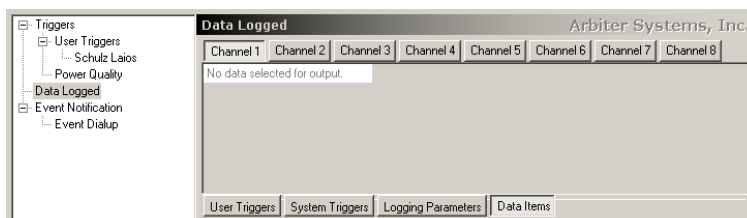

Рисунок 51
8.9.4.12 Для настройки элементов данных выберите кнопку Data Items (элементы данных) выберите кнопку Data Items (элементы данных) чтобы перейти к диалоговому окну, рисунок 51